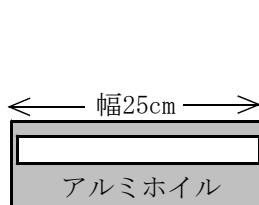

図2
- ③ プラカップ小(400mL)を回転子にする。まず、プラカップの底側を5cmに取り取る。次に、図2のように両面テープをアルミホイル(幅25cm)に貼る。3cmの長さで8枚を切り取り、図3のように等間隔でプラカップに貼る。次に、図4のように回転軸にするため画鋸をプラカップの中央の底に上から突き刺す。画鋸の刺す中央の位置は、型紙から円を切り取ってプラカップの底に入れるとよい。